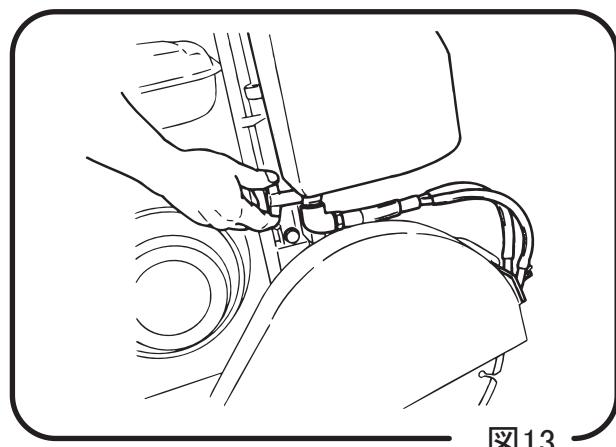

図13
- 2 水タンクの散水コックを開き、ブレードに冷却水を噴射させて下さい。（図 13）